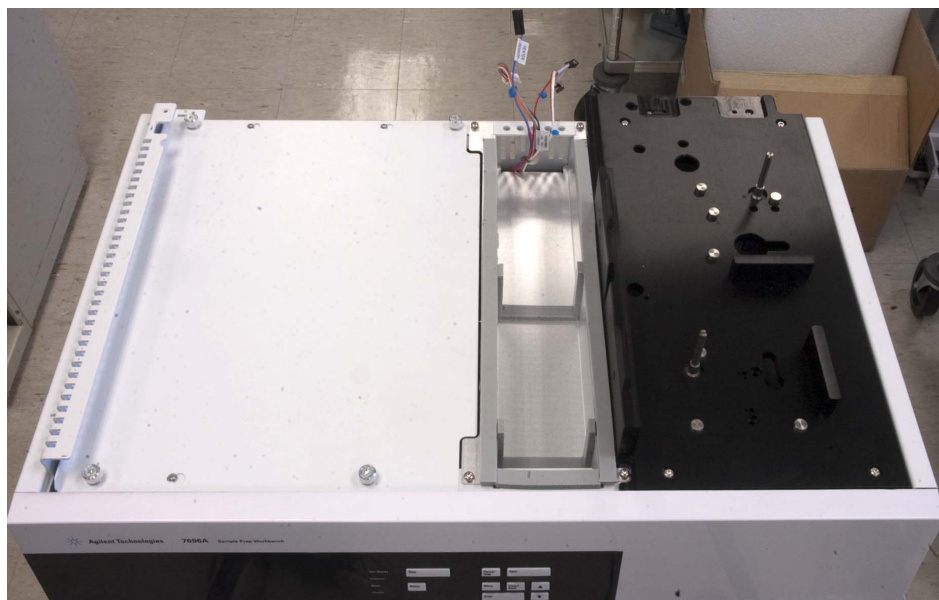

Figura 36 Instalación de la cubierta superior izquierda de la estructura principal
- 12** Para volver a colocar la cubierta superior izquierda de la estructura principal, apriete los tornillos (Figura 36).